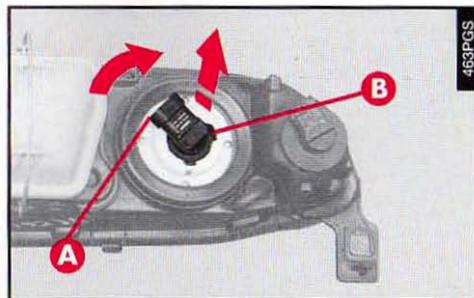

fig. 38
– Débrancher le connecteur électrique du porte-lampe du feu de route en le dégageant de la dent (**A-fig. 38**) d'arrêt sur le porte-lampe.